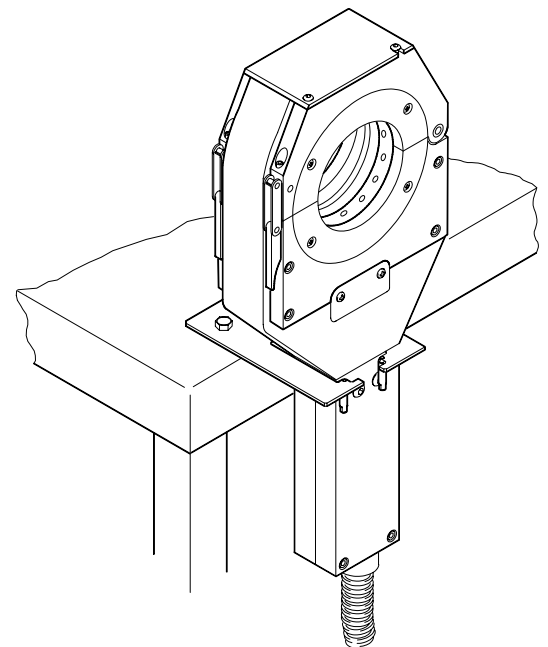

図 11：ウェルド・ヘッドを取り付ける
2. 取り付け用ブラケットの開口部に電源コードをねじ込み、ウェルド・ヘッドを図 11 の位置にセットします。